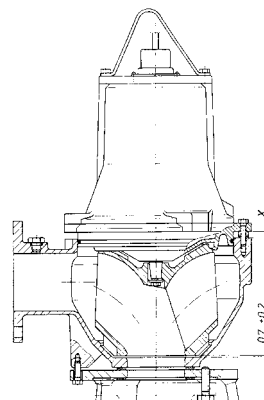

Рис. 15
4. Отпустить крепежные винты и равномерно отрегулировать зазор в пределах $0,7 \text{ мм} \pm 0,2 \text{ мм}$, вращая три регулировочных винта, смотрите рис. 15. Проверить по всей окружности, чтобы зазор был одинаковым.
Зазор можно отрегулировать, не демонтируя насос с основания или из трубопровода, смотрите рис. 15.
4. Регулировочным шаблоном замерить размер X между корпусом уплотнения и корпусом насоса в трех точках, смотрите рис. 15.